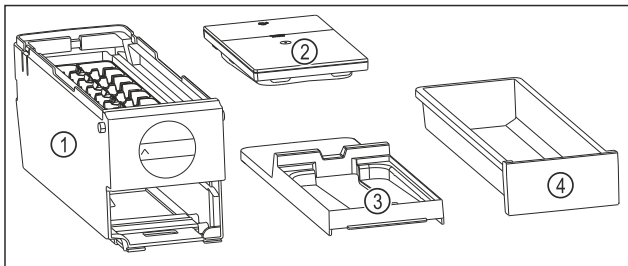

Fig. 138 Součásti EasyTwist-Ice
- ▷ EasyTwist-Ice je rozebrán na čtyři části. (viz Fig. 138)
- ▶ EasyTwist-Ice rozebírejte pouze na zobrazené součásti. (viz Fig. 138)
- ▶ Korpus EasyTwist-Ice Fig. 138 (1) vyčistěte jako celek.